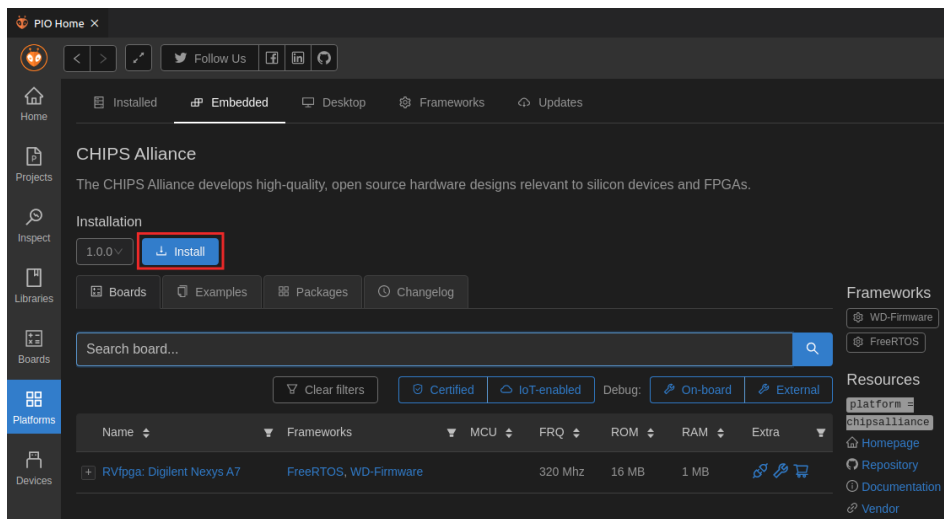

Figura 42. Instalación de la plataforma Chips Alliance
- Después de hacer clic en el botón **CHIPS Alliance**, verá los detalles de la plataforma Chips Alliance (Figura 42). Instálela haciendo clic en el botón  (Figura 42).